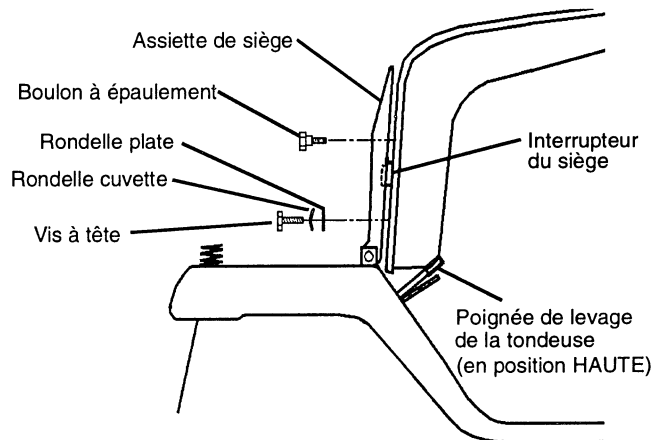

FIGURE 4
- Installer les boulons à épaulement au travers de l'assiette du siège et dans les deux trous supérieurs du siège (voir Fig. 4). Serrer fermement.